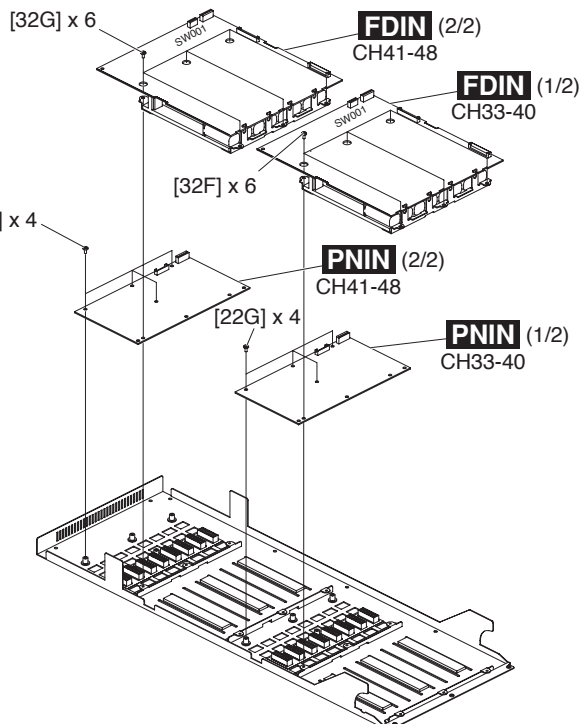

Fig. 14 (図 14)
- F-1-3-1 Remove the eight (8) fader knobs marked [40E] from the control panel side. (Fig.14)
- F-1-3-2 Remove the six (6) screws marked [32F]. The FDIN (1/2) circuit board can then be removed. (Fig.14)
- F-1-4-1 Remove the eight (8) fader knobs marked [40F] from the control panel side. (Fig.14)
- F-1-4-2 Remove the six (6) screws marked [32G]. The FDIN (2/2) circuit board can then be removed. (Fig.14)
- * **When installing the fader knob, the concave side should be to the right. (Fig.14)**
- * **The FDIN circuit boards contain DIP switches for selecting channels (SW001). (Fig.14, Photo 17)**
- F-1-3-1 コントロールパネル面より、[40E] のフェーダーノブ 8 個を外します。(図 14)
- F-1-3-2 [32F] のネジ 6 本を外して、FDIN (1/2) シートを外します。(図 14)
- F-1-4-1 コントロールパネル面より、[40F] のフェーダーノブ 8 個を外します。(図 14)
- F-1-4-2 [32G] のネジ 6 本を外して、FDIN (2/2) シートを外します。(図 14)
- ※ フェーダーノブを取り付ける際は、フェーダーノブの凹部が右側になるように取り付けてください。(図 14)
- ※ FDIN シート内には、チャンネル選択用 (SW001) のディップスイッチがあります。(図 14、写真 17)
(1/2) circuit board can then be removed. (Fig.14)
(2/2) circuit board can then be removed. (Fig.14)
F-2-3-2 [22G] のネジ 4 本を外して、PNIN (1/2) シートを外します。(図 14)
F-2-4-2 [22H] のネジ 4 本を外して、PNIN (2/2) シートを外します。(図 14)